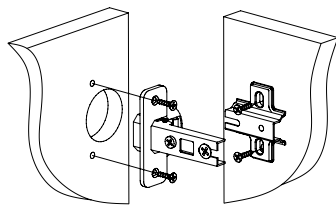

Рис.3
4. С помощью шурупов 3,5x16 установить петли на двери и ответные планки петель на боковину 3 или 4, в зависимости от расположения двери (Рис. 3).